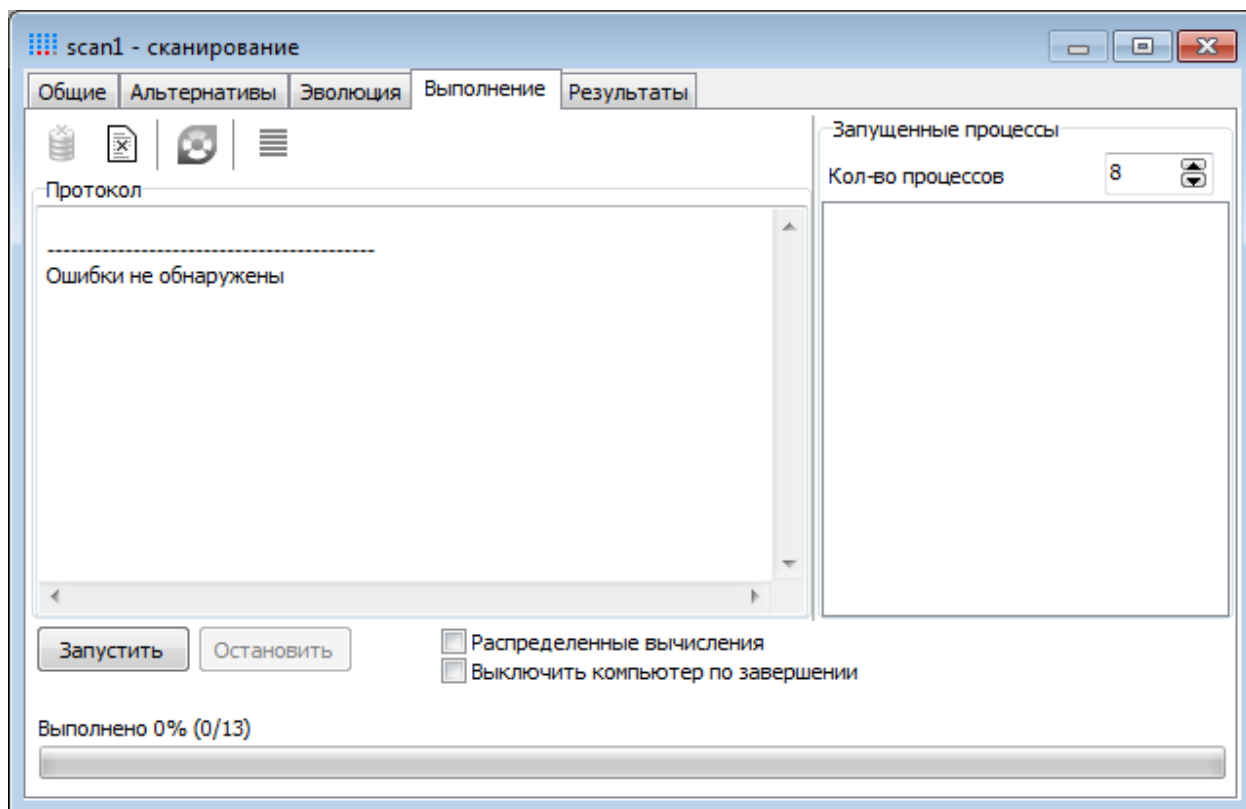

Рис. 3.15. Запуск проекта сканирования
2. При правильном описании проекта в поле **Протокол** появится сообщение «**Ошибки не обнаружены**», см. рис. 3.15.